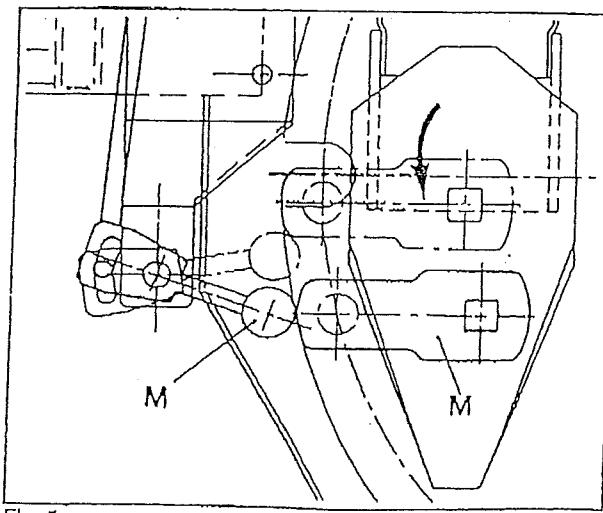

Fig. 5
- vérifier tournant le distributeur (fig. 5) que le coussinet M agisse sur la bielle N produisant l'ouverture du levier O.
- Rotate the distributor (fig. 5) and make sure that the bearing M acts on connecting rod N so as to open lever O.
- bei Vertikalladung (Bild 5) soll die Lagerbuchse M aufs Pleuel N wirken und die Hebelweite erzeugen O.
- Verificar rodando el distribuidor (fig. 5) que el cojinete M obra sobre la biela N provocando la apertura de la palanca O.